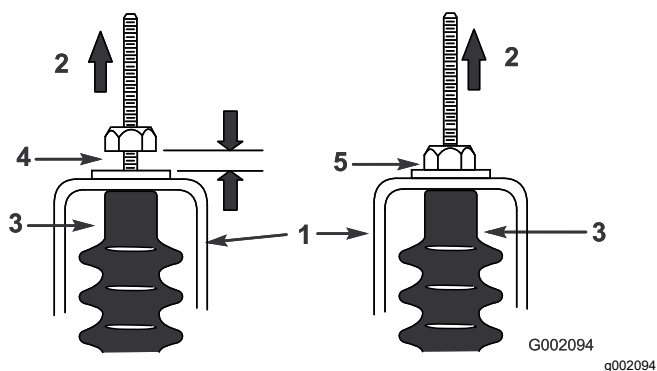

Рисунок 63
- Потяните вверх каждый трос переключения передач, чтобы убедиться в наличии зазора от 0,76 до 1,52 мм между гайкой/шайбой и кронштейном нейтрالي (Рисунок 63).